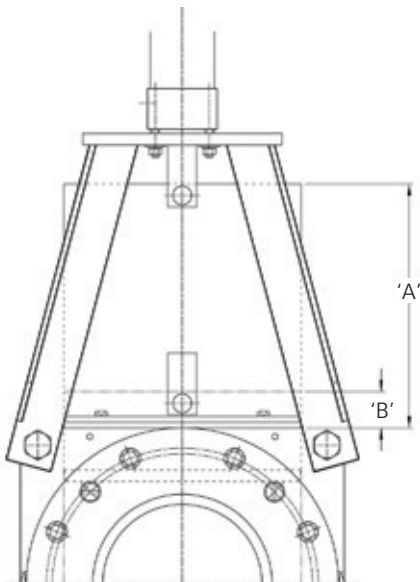

Figura 13
7. Apretar firmemente la compuerta a través del cierre secundario al interior del conjunto del alojamiento de la válvula hasta que la marca dibujada sobre la compuerta llegue a la parte superior de la placa de retención o hasta que la compuerta llegue a la dimensión A, Tabla 5, Figura 13.
12. Realizar el ciclo de la válvula hasta la posición totalmente abierta y comprobar la posición de la compuerta usando los datos en la Tabla 5, Figura 13. Ajustar según sea necesario.
3. Para poder volver a montar con facilidad, usando un marcador permanente, dibuje una línea sobre la superficie de la compuerta junto a la parte superior de la placa de retención secundaria. Si no es factible marcar la compuerta, tomar nota de la dimensión desde la parte superior del alojamiento de la válvula hasta la parte superior de la compuerta en la posición totalmente abierta (consulte la Tabla 5, Figura 13, dimensión A).
- Apretar firmemente la compuerta a través del cierre secundario al interior del conjunto del alojamiento de la válvula hasta que la marca dibujada sobre la compuerta llegue a la parte superior de la placa de retención o hasta que la compuerta llegue a la dimensión A, Tabla 5, Figura 13.
- Realizar el ciclo de la válvula hasta la posición totalmente abierta y comprobar la posición de la compuerta usando los datos en la Tabla 5, Figura 13. Ajustar según sea necesario.
7. Realizar el ciclo de la válvula hasta la posición totalmente abierta y comprobar la posición de la compuerta usando los datos en la Tabla 5, Figura 13. Ajustar según sea necesario.